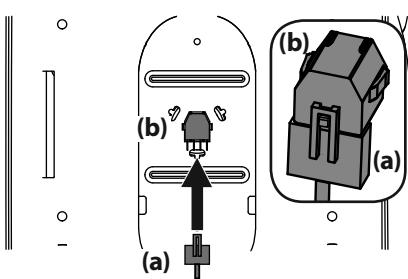

Figura 8
- Si es necesario, conecte el arnés de cables del interruptor del asiento (a) al interruptor del asiento (b). Consulte la Figura 8. Sujete el cable sobrante alejado de los puntos de apriete antes de continuar.